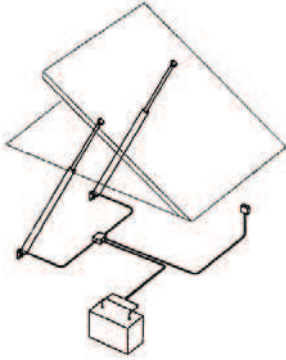

fig. 5
- Effectuer le branchement électrique en suivant les schémas de fig. 4 ou de fig. 5.